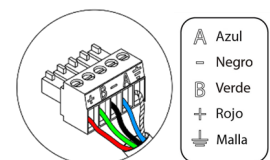

Fig. 46
Para la conexión al bus de conexión Airzone de la central ③ dispone de 1 borna de 5 pines. Fije los cables con los tornillos de la borna respetando el código de colores (Fig. 46).